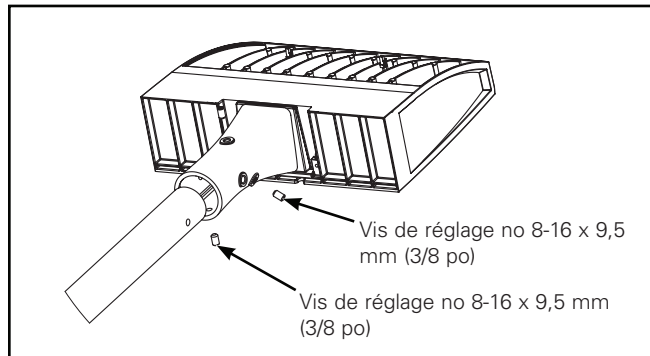
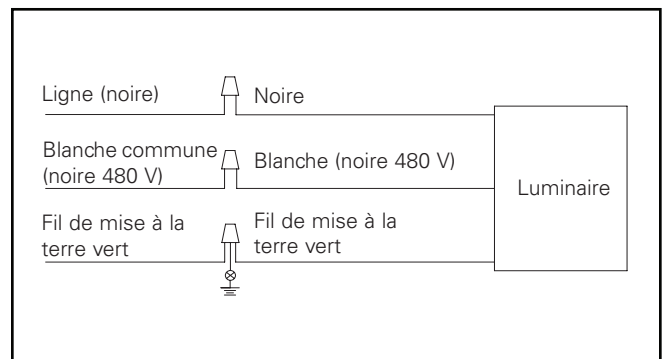

Figure 5.
Figure 7.
Montage du poteau – Crosse (Figure 5. à Figure 7.)
1. Faire glisser l'assemblage au-dessus de la crosse (Figure 5).
4. Effectuer les branchements des fils à l'intérieur du bras de fixation. Consulter le schéma de câblage pour les connexions d'alimentation (Figure 7). Connecter les fils d'alimentation aux fils de sortie appropriés du luminaire: